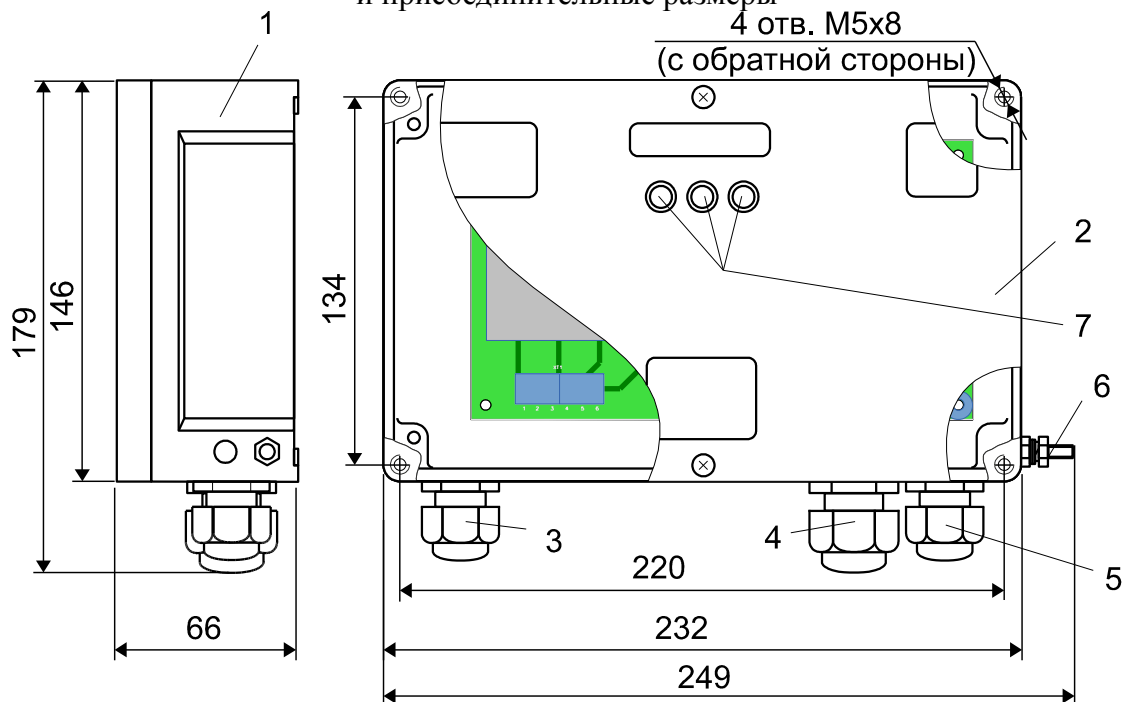

Рисунок 3 - Внешний вид, габаритные и присоединительные размеры вторичного преобразователя
1.3.5 Вторичный преобразователь (рисунок 3) состоит из корпуса 1, крышки 2 и электронного модуля, расположенного внутри корпуса. Для подключения заземляющего проводника служит зажим заземления 6 (ЗШ-С-5х25 ГОСТ 21130-75). На нижней стороне корпуса расположены три кабельных ввода 3, 4, 5. На крышке расположены три светофильтра 7 для индикаторов, сигнализирующих срабатывание выходных реле.
2.1.8 Вторичный преобразователь закрепляется четырьмя винтами М5 с тыльной стороны щита (рисунок 3).
2.1.9 Для заземления корпуса вторичного преобразователя используется зажим заземления 6 ЗШ-С-5х25 ГОСТ 21130-75 (см. рисунок 3), снабженный знаком “земля”. Заземление должно выполняться медным проводником с поперечным сечением не менее 1,5 мм².